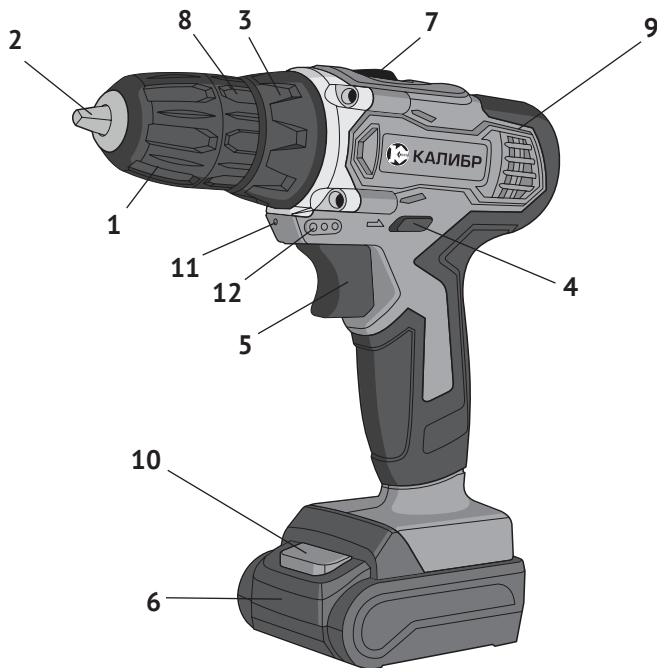

рис. 1
1.6 Общий вид дрели представлен на рис.1
1.7 Механизм дрели расположен в обрешиненном пластиковом корпусе (рис.1 поз.9), состоящем из двух частей: правой и левой. Он состоит из электродвигателя постоянного тока и редуктора с планетарным 2-х скоростным механизмом. В нижней части корпуса, выполненного в форме рукоятки, находится выключатель и разъём для присоединения аккумуляторной батареи.
1.8 Клавиша выключателя (рис.1 поз.5) расположена в передней части рукоятки. При нажатии на клавишу включается двигатель дрели. Усилие, приложенное к клавише, изменяет скорость вращения двигателя. При запуске двигателя автоматически включаются: светодиод (рис.1 поз.11), обеспечивающий локаль-
ную подсветку рабочей области и индикаторы (рис.1 поз.12), отображающие степень заряженности подключённой АБ.
Над клавишей выключателя находится переключатель реверса (рис.1 поз.4), пластинчатой конструкции. В нейтральном положении он выполняет функцию блокиратора клавиши от случайного включения. Стрелками на корпусе дрели, указывает направление вращения патрона.
1.10 В передней части корпуса расположено кольцо регулировки (рис.1 поз.3). Это кольцо фиксирует одну из 19-й, позиций предельного момента затяжки, при работе дрелью, как шуруповёртом, или переключает редуктор в режим сверления – символ «сверло».
Внимание! Перед установкой/извлечением аккумуляторной батареи отключить инструмент, установив переключатель направления вращения (рис.1 поз.4) в среднее положение (блокировка клавиши выключателя).
- для извлечения батареи из дрели нажать кнопку фиксации (рис.1 поз.10) аккумуляторной батареи и извлечь её из рукоятки, вытягивая вперёд, к патрону.
- установить переключатель направления вращения (рис.1 поз.4) в положение блокировки клавиши выключателя;
- удерживая кольцо патрона (рис.1 поз.8) одной рукой, другой вращать
переднюю часть патрона (рис.1 поз.1) против часовой стрелки до разведения кулачков патрона (рис.1 поз.2) на расстояние, необходимое для установки рабочего инструмента;
- удерживая кольцо патрона (рис.1 поз.8) одной рукой, другой вращать переднюю часть патрона (рис.1 поз.1) по часовой стрелке до фиксации рабочего инструмента кулачками патрона;
- сдвинуть переключатель направления вращения (рис.1 поз.4) в сторону, нужную для вращения патрона;
- для включения дрели необходимо нажать и удерживать клавишу выключателя (рис.1 поз.5);
- в среднем положении переключатель направления вращения (рис.1 поз.4) блокирует клавишу выключателя, исключая случайное включение дрели;
2.2.5 Функции регулировочного кольца (рис.1 поз.3):
На регулировочное кольцо (рис.1 поз.3) нанесены символы: от «1» до «18» - 18 фиксированных положений предельного момента затяжки, символ «-» и символ «дрель». Выставление нужного режима работы осуществляется совмещением соответствующего символа со стрелкой на корпусе дрели.
- выставив ползунком переключателя (рис.1 поз.7) диапазон «1» получаем при низком числе оборотов (400 об/мин) высокий показатель крутящего момента. Этот режим применяется при закручивании шурупов, винтов, саморезов и болтов больших размеров;
- повернуть кольцо регулировки (рис.1 поз.3) в положение «сверло»;